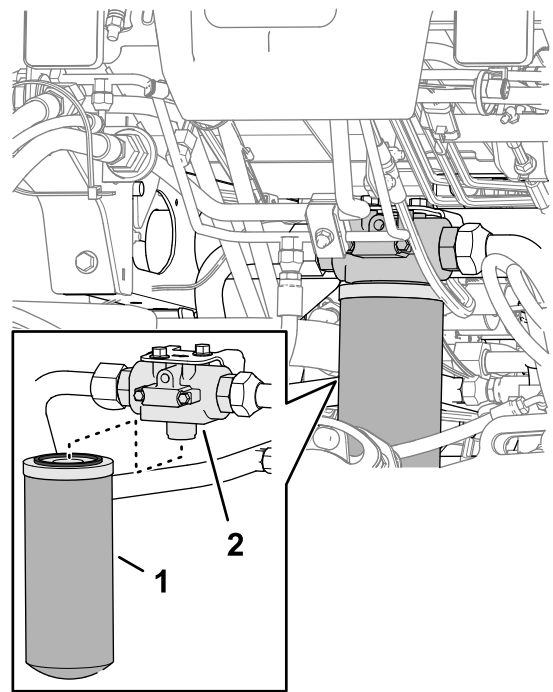

Figura 103
2. No frente da máquina, alinhe um recipiente de drenagem debaixo do filtro de retorno (**Figura 103**).